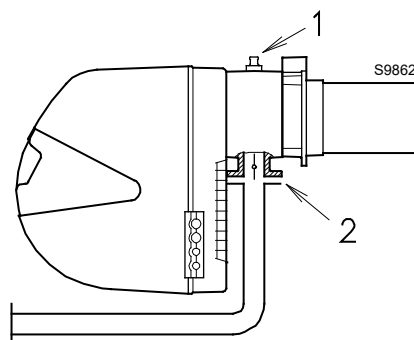

Fig. 18
Presión del gas en la toma 1)(Fig. 18), con:
Pérdida de carga válvula de mariposa del gas 2)(Fig. 18) con abertura máxima: 90°.
- restar a la presión del gas en la toma 1)(Fig. 18) la presión de la cámara de combustión.
Presión del gas en la toma 1)(Fig. 18) = 6,4 mbar
Para conocer la presión del gas necesaria en la toma 1)(Fig. 18), fijada la potencia máxima de modulación a la cual se desea que funcione el quemador:
- Leer a la derecha, columna 1, la presión en la toma 1)(Fig. 18).
presión necesaria para la toma 1)(Fig. 18).